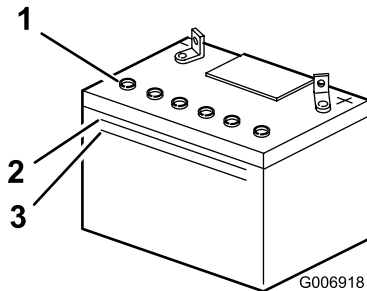

Figure 26
2. Observez le côté de la batterie. Le niveau de l'électrolyte doit atteindre le trait supérieur (Figure 26).
Remarque: Le niveau d'électrolyte ne doit pas descendre au-dessous du trait inférieur (Figure 26).
3. Enlevez les bouchons d'aération de la batterie (Figure 26)
4. Versez de l'eau distillée avec précaution dans chaque élément jusqu'au repère supérieur (Figure 26) sur le côté de la batterie.
5. Attendez 5 à 10 minutes après avoir rempli les éléments. Au besoin, ajoutez de l'eau distillée pour amener le niveau jusqu'au repère supérieur sur le côté de la batterie (Figure 26).